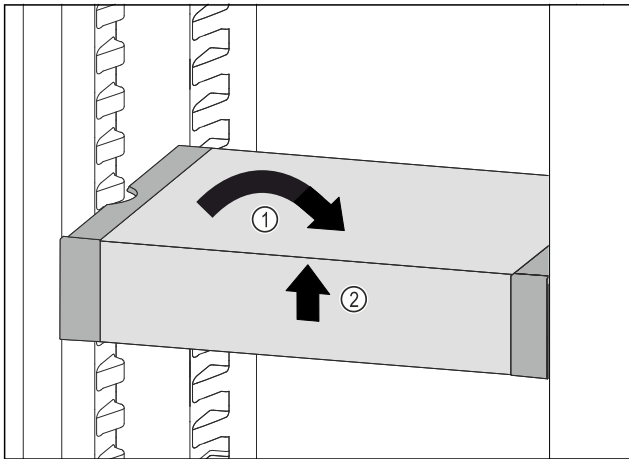

Fig. 192
- ▶ VarioSafe gerade stellen. Fig. 192 (1)
- ▶ VarioSafe vorne anheben. Fig. 192 (2)